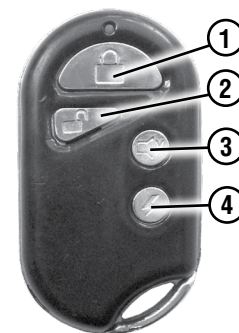

Рис.10 Пульт дистанционного управления сигнализацией.
Мотовездеход «SCANNER 50 M» может быть оснащен противоугонной сигнализацией с дистанционным управлением. Пульт дистанционного управления сигнализацией (рис. 10) имеет четыре кнопки.
9.4.2. Остановка двигателя с помощью пульта дистанционного управления может быть использована для остановки двигателя инструктором при обучении управлению мотовездеходом на открытых площадках при удалении до 50м. Если обучаемый превысил безопасную скорость, отклонился от заданной траектории или совершает какие-либо опасные маневры, инструктор имеет возможность выключить двигатель, нажав на кнопку (рис.10, поз.2) пульта дистанционного управления сигнализацией.